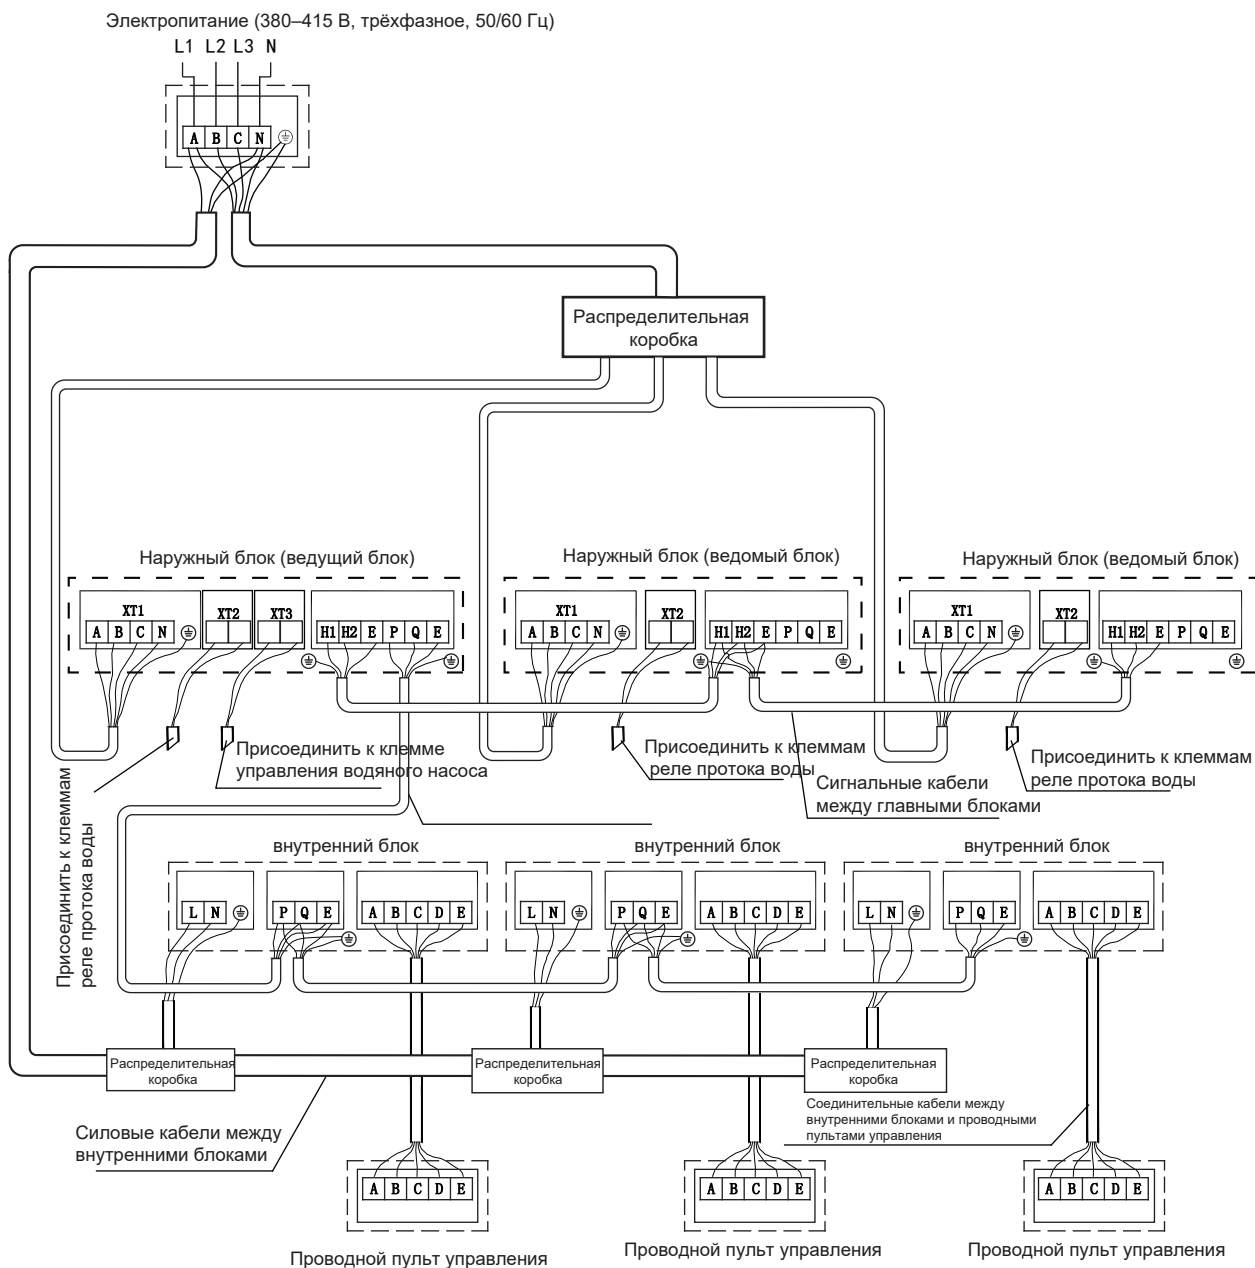

Рисунок 7-14
- В качестве сигнального кабеля между внутренним и наружным блоками используется 3-жильный экранированный кабель (сечением $\geq 0,75 \text{ мм}^2$) с определенной полярностью. Поэтому будьте внимательны при подключении (см. Рисунок 7-14).